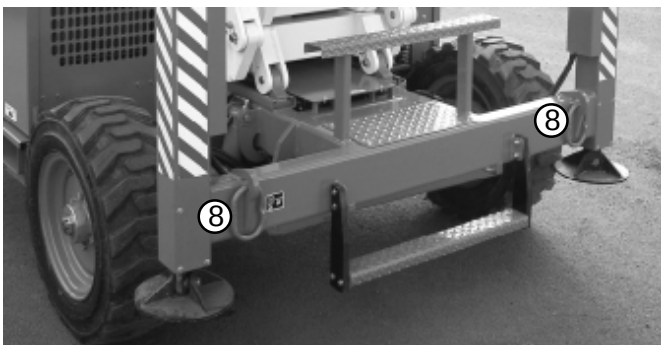

Fig. 10.8 Surrningsöglor
Sätt alltid kedjor i de främre och bakre surrningsöglorna (8) (se fig. 10.8 och 10.9).